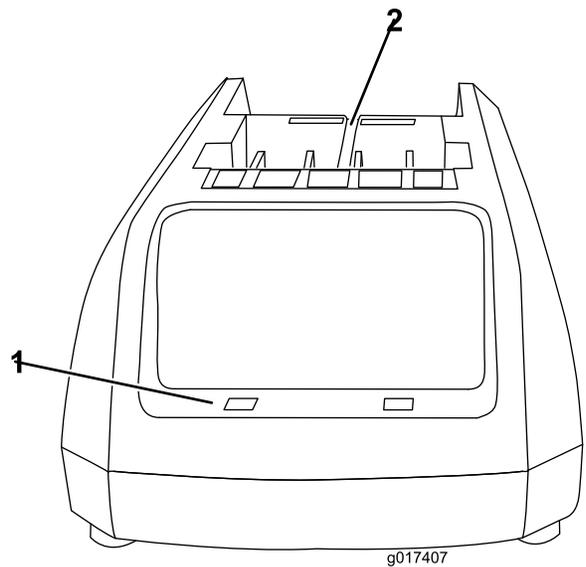
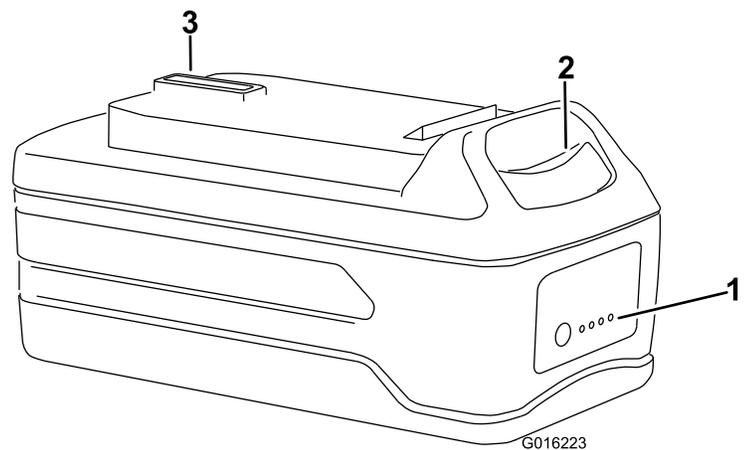

Figura 5
Figura 6
1. Ponga la batería boca abajo y alinee el terminal de la batería con la ranura del cargador (Figura 5 y Figura 6).